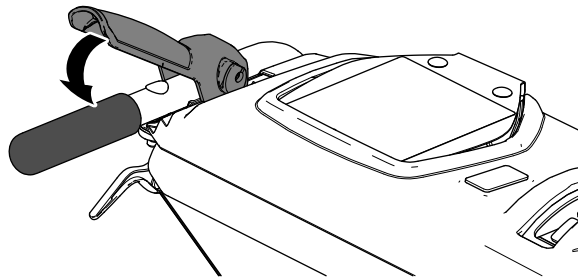

Figura 14
- Premete lentamente la leva di trasmissione della trazione verso la stegola sinistra (Figura 14).